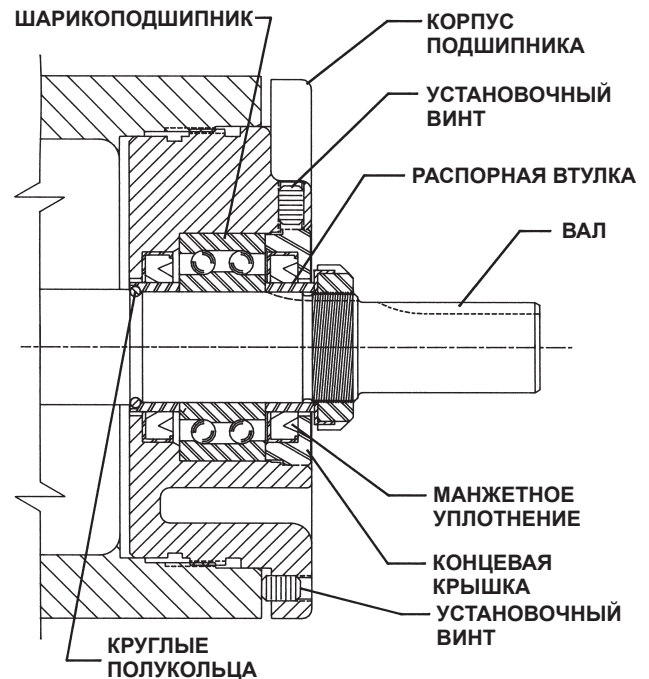

РИС. 9
4. На торце корпуса подшипника отпустите два винта с головкой под ключ и снимите корпус подшипника с кронштейна. См. рис. 9.